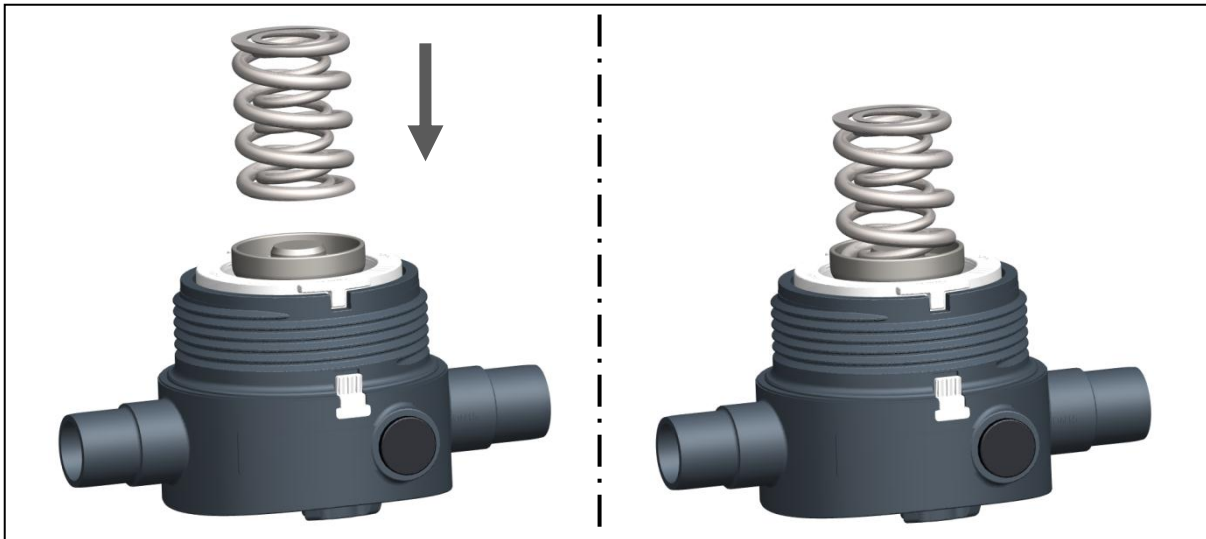

Abb. 15
- Federn auf Druckstück setzen, siehe Abb. 15